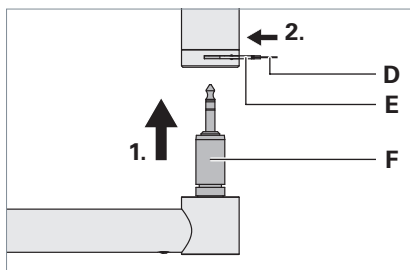

Fig. 7: Leuchte an Deckenrohr montieren.
- Führen Sie den Einsatz **F** am Tragarm der Leuchte von unten bis zum Anschlag in das Deckenrohr, siehe Fig. 7.